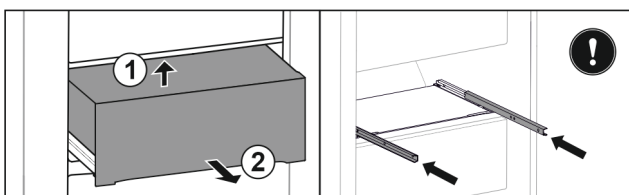

Fig. 46
- ▶ Lade van onderen achter optillen. Fig. 46 (1)
- ▶ Lade naar voren toe verwijderen. Fig. 46 (2)